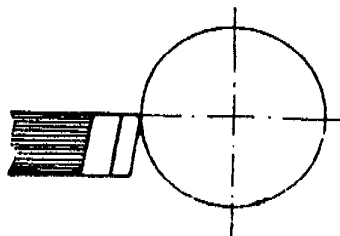

Figura 1
- a. Ubíquela a la altura del centro (Figura 1).